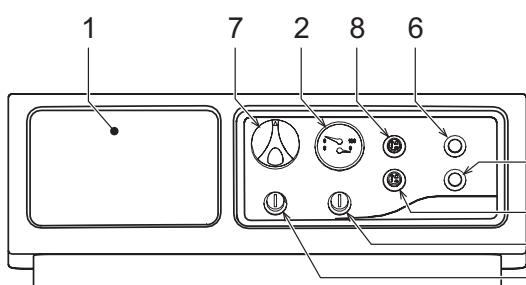

fig. 1 - Панель управления
- Переведите выключатель котла "8" в положение "включено" "fig. 1 - Панель управления")
- Если котел оборудован электронным терmostатическим блоком управления, установленным в положении 1, "fig. 1 - Панель управления", пользователь должен также соблюдать инструкции, предоставляемые изготавителем данного блока.
Если повернуть рукоятку 7 на "fig. 1 - Панель управления" по часовой стрелке, температура воды в системе отопления повышается, и наоборот. Температуру воды в системе отопления можно регулировать в пределах от 30° до 90°. Однако не рекомендуется эксплуатировать котел при температуре ниже 45°.
Задайте с помощью комнатного термостата нужную температуру внутри помещения. При поступлении команды от комнатного термостата котел включается, обеспечивая нагревание воды в системе отопления до температуры, заданной регулирующим термостатом 7 на "fig. 1 - Панель управления". При достижении в помещении желаемой температуры котел выключается.
Давление напора при заполнении холодного контура, считанное гидрометром котла, поз. 2 - "fig. 1 - Панель управления", должно составлять приблизительно 1,0 бар. Если во время работы давление воды в системе упало (из-за испарения растворенных в воде газов) до величины ниже вышеуказанного минимума, пользователь должен открыть кран подачи воды и довести давление до первоначального значения. По окончанию операции всегда закрывайте кран подачи воды.